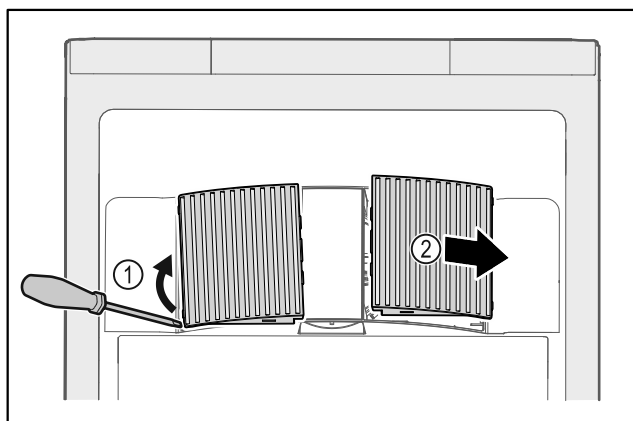

Fig. 58
- ▶ Estrarre con cautela i coperchi delle ventole dai lati Fig. 58 (1) e rimuoverli in avanti Fig. 58 (2).